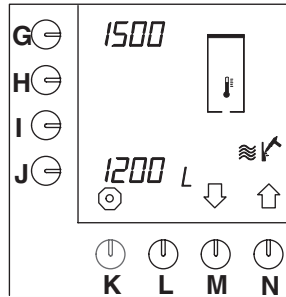

Fig. 27 Compteur de détartrage du système d'eau chaude
- Le compteur de détartrage s'affiche sur l'écran de contrôle (fig.27).
- Sur l'écran de contrôle (fig.27), à côté de la touche de programmation (G.) le nombre de litres d'eau après lequel le détartrage est requis est indiqué.